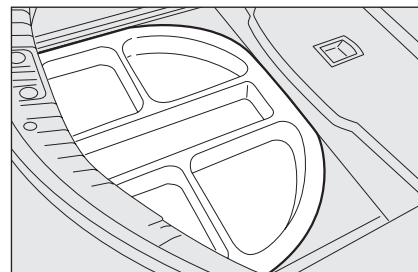

fig. 3
- ☐ rimuovere il preformato illustrato in **fig. 3**;